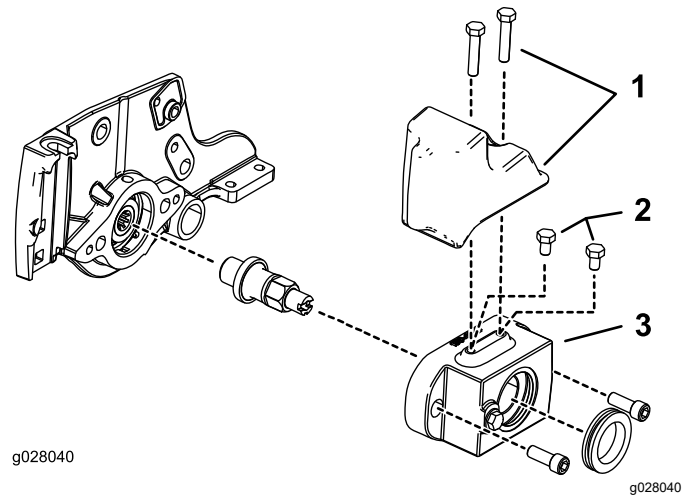

Figura 5
- Motores de molinete hidráulicos de 12,7 cm: instale 2 pernos ($\frac{5}{16}$ "-18 x $\frac{1}{2}$ ") encima del alojamiento del cepillo del rodillo (Figura 5).
- Motores de molinete hidráulicos de 12,7 cm: instale el kit de contrapesos encima del alojamiento del cepillo del rodillo con 2 pernos ($\frac{5}{16}$ "-18 x $1\frac{1}{2}$ "); consulte Figura 5.